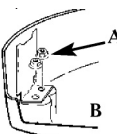

Рис. 19
1. Снимите нож (А) со шита режущего приспособления (В) (Рис.19).